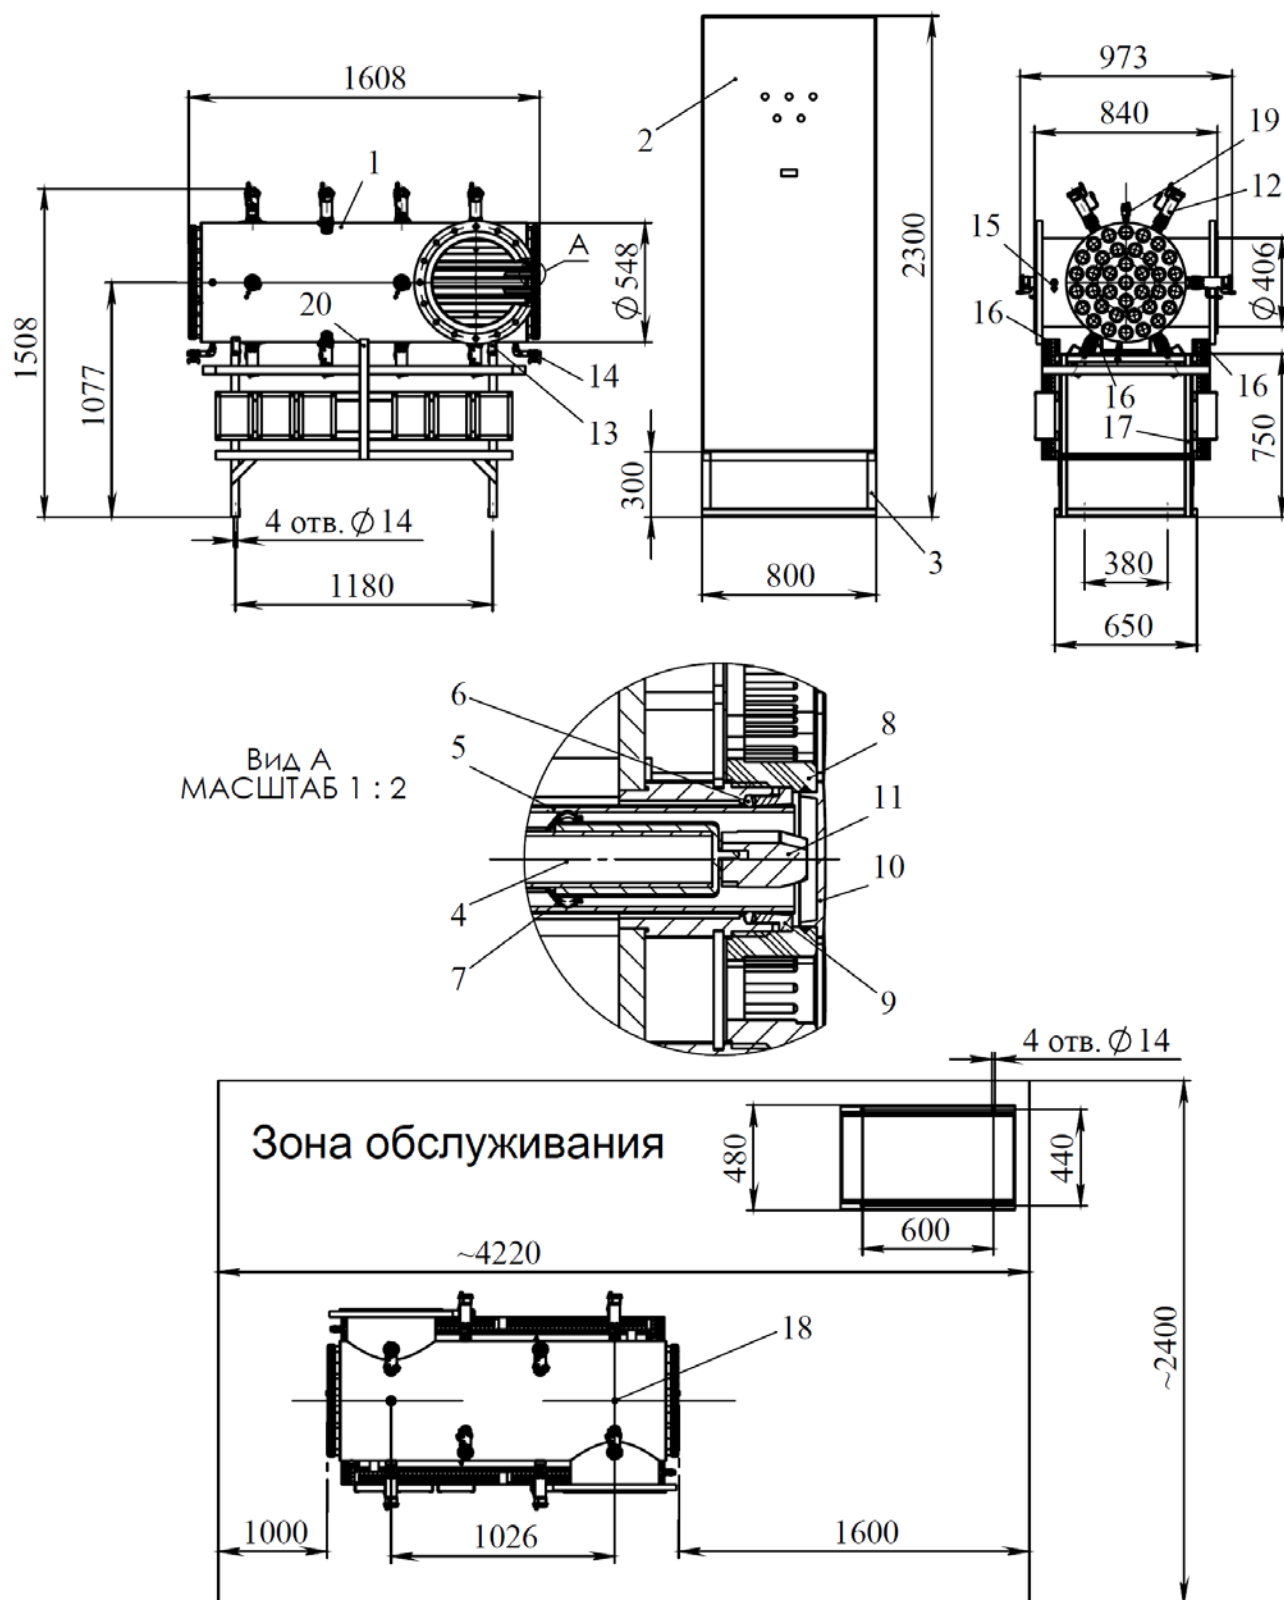

Рис. 1.1 Общий вид и план размещения установки Лазурь М-500.400Л
3.1 УФ установка состоит из фотохимического реактора (ФХР) 1 и шкафа питания и управления (ШУ) 2 (см. **Рис.1.1, Рис.1.2**).
3.6. Шкаф управления (ШУ) 2, стоящий на подставке 3 предназначен для питания УФ ламп, УЗ-излучателей и контроля за их работой. Габаритный чертеж шкафа питания и управления представлен на Рис.1.1, Рис.1.2.
5.3. Проверить герметичность уплотнительных колец 6 на защитных кварцевых трубках 5 в реакторе. При необходимости подтянуть их с помощью гаек 8 (Рис.1.1, Рис.1.2).